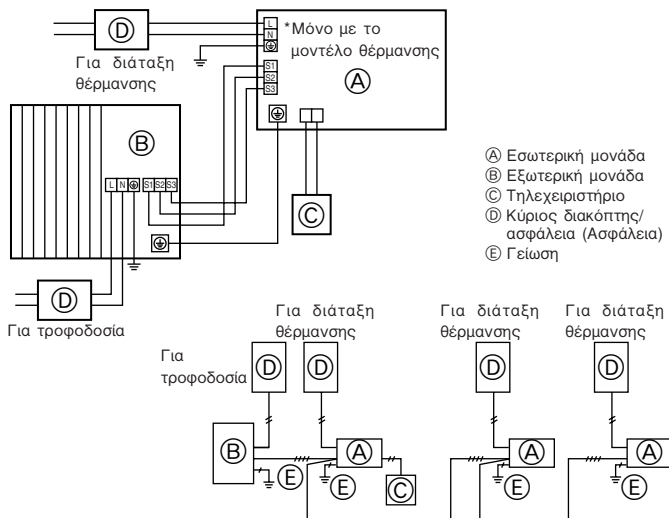
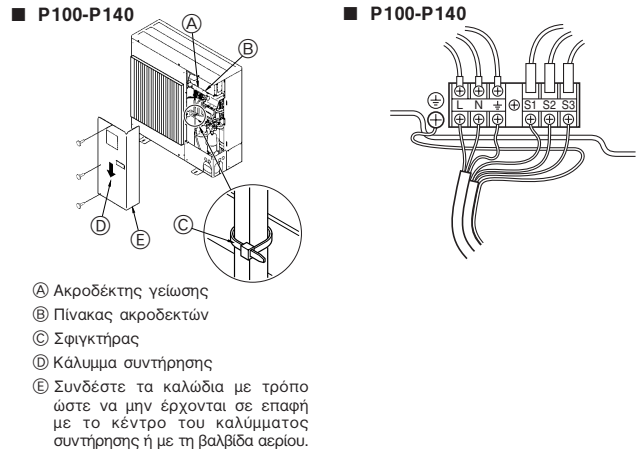

Fig. 6-1
Fig. 6-2
6.1. Εξωτερική μονάδα (Fig. 6-1, Fig. 6-2)
- ① Αφαιρέστε το πλαίσιο συντήρησης.
- ② Συνδέστε τα καλώδια που αναφέρονται στην Εικόνα 6-1 και στην Εικόνα 6-2.